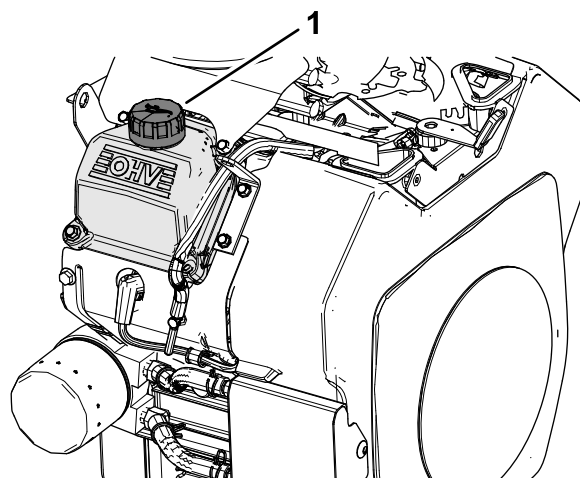

Figura 32
6. Vierta lentamente alrededor del 80 % del aceite especificado en el cuello de llenado (Figura 32) de la cubierta de las válvulas; consulte Especificación del aceite del motor \(página 31\).